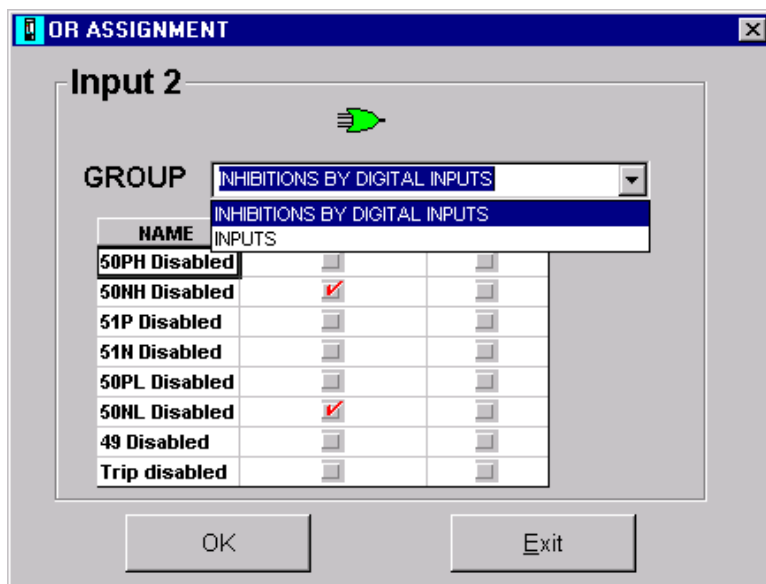

图 4-12. OR 赋值
- **OR checkbox 已被检验**: 元件包括一个将会激活一个新窗口（见图 4-12）的按钮，在此窗口中，用户能选择将激活输出或 LED，或被输入激活的几个功能的和。这些功能按组分配，只有相同组中的功能才可被选择用于相同的 OR 门。
- * **OR**: 激活用于 I/O 配置栏的 **OR 按钮**（参见前一点）。从图 4.12 中可见到按下 OR 按钮时所出现的窗口。